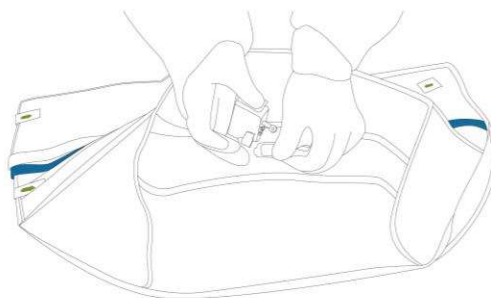

Рисунок 2.3. Установка Адаптер троакара
3. Совместите выемку на левой стороне адаптера троакара с вставкой на левой стороне интерфейсной прокладки и осторожно вдавите правую сторону адаптера троакара в интерфейсную прокладку. (Рисунок 2.3)